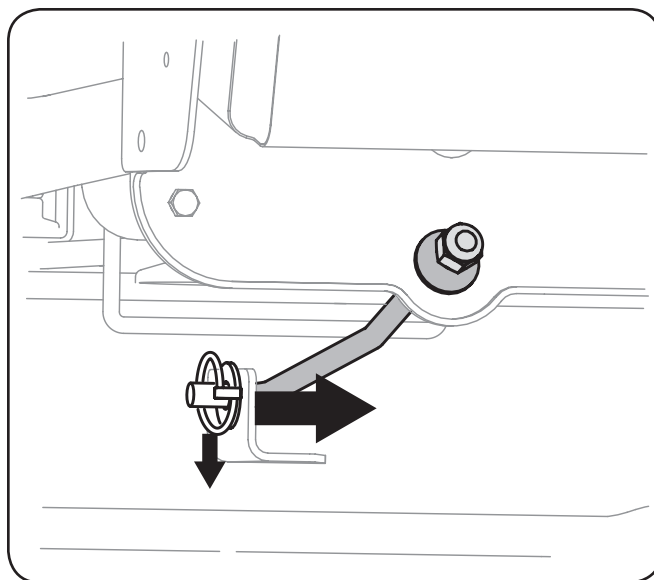

Figure 7-5
10. Retirez la goupille fendue du support avant et faites glisser le support hors du support de relevage du plateau de coupe. Voir Figure 7-5.
- a. Assurez-vous que le plateau de coupe est sous l'appareil, puis installez le support. Voir Figure 7-5.